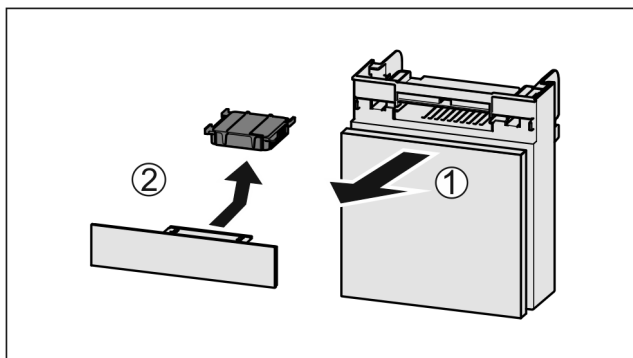

Fig. 123
- ▶ Predal izvlecite Fig. 123 (1) naprej.
- ▶ Odstranite Fig. 123 (2) aktivni ogljeni filter.